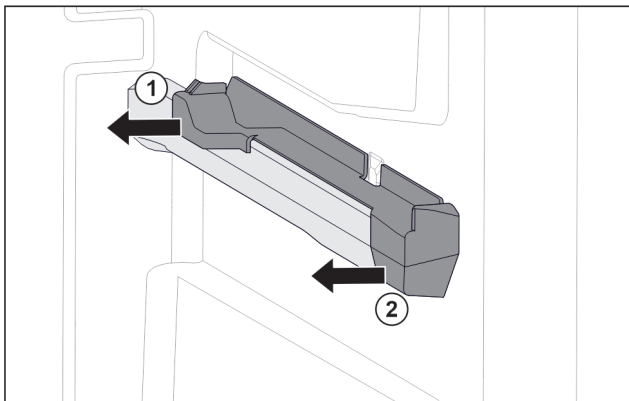

Fig. 31 Élément emboîtable sur la nervure de récipient droite
- Le retirer sur le côté par l'arrière. Fig. 31 (1)
- Le retirer sur le côté par l'avant. Fig. 31 (2)